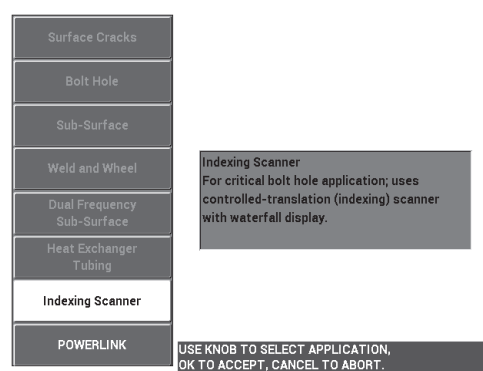

Abbildung 5-62 Anwendung Indexscanner
3. Drücken Sie die Menütaste ADV SETUP (☰) und drücken Sie die Funktionstaste A, um **ANW WÄHLEN** auszuwählen und das Anwendungsmenü anzuzeigen. Wählen Sie mit dem Drehknopf **INDEXSCANNER** aus und drücken Sie die Bestätigungstaste (✓) [siehe Abbildung 5-62 auf Seite 186].